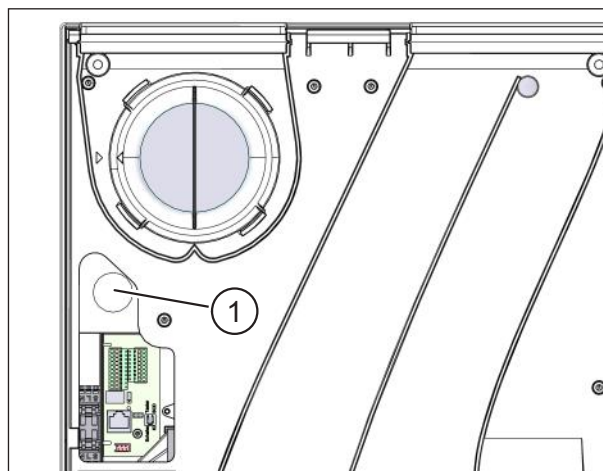

Рис. 34: протянуть сетевой кабель и, при необходимости, кабель линии управления
- ▶ Протяните сетевой кабель через отверстие (поз. 1 на рис. 34) на вентиляционной установке.
- ▶ Протяните, при необходимости, кабель линии управления через отверстие (поз. 1 на рис. 34) на вентиляционной установке.
- ▶ Протяните, при необходимости, кабель линии управления для опции M-WRG-II O/EGG-AUS через отверстие (поз. 1 на рис. 34) на вентиляционной установке.